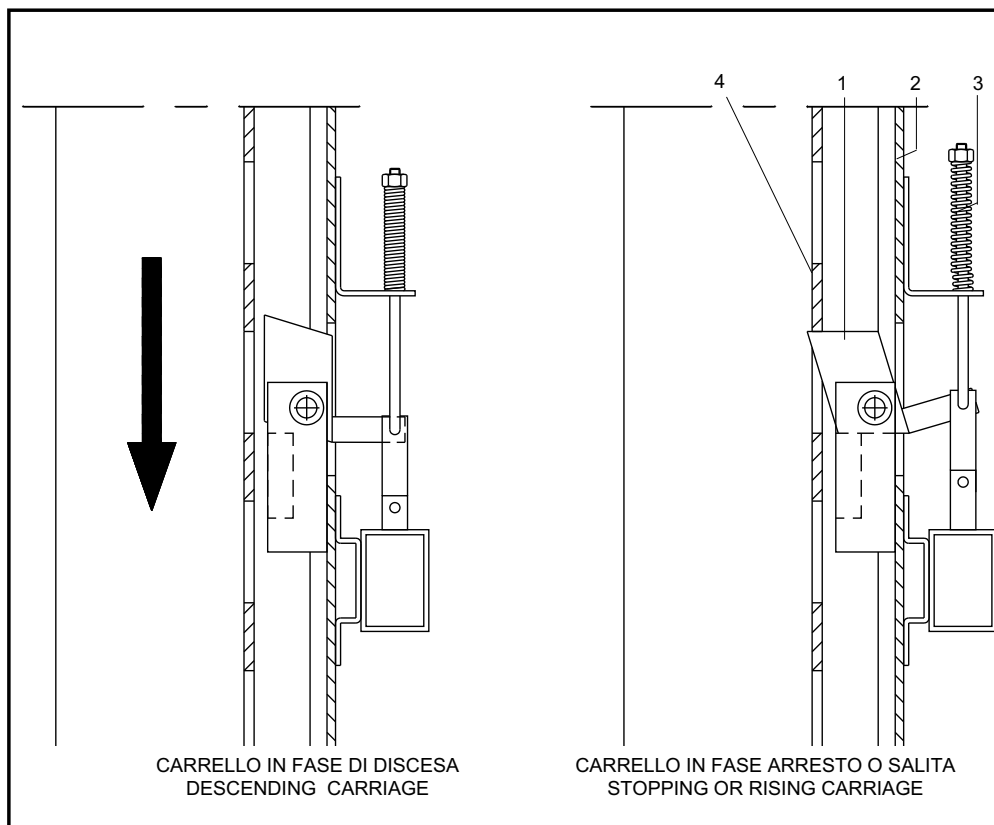

Fig.18
- in caso di rottura del cilindro idraulico intervengono automaticamente i martelletti di sicurezza (rif.1) (vedere Fig.18), posti all'interno delle colonne (2), che, spinti dalla molla (3), arrestano immediatamente i carrelli (4) impedendone la discesa.
- If the hydraulic cylinder breaks, the safety wedges will trip (ref.1, see fig.18), located inside the posts (2). The wedges are pushed by the spring (3) and immediately stop the carriages (4) preventing their descent